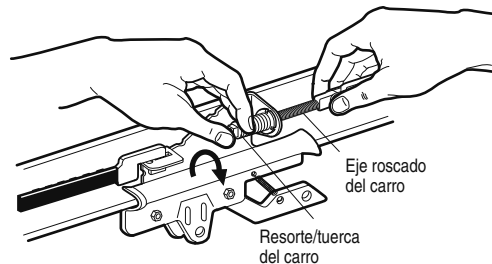

Figura 1
- Con su mano, rosque la tuerca del carro con resorte hasta que se es dedo firmemente contra el carro (Figura 1). No utilice ninguna herramientas.